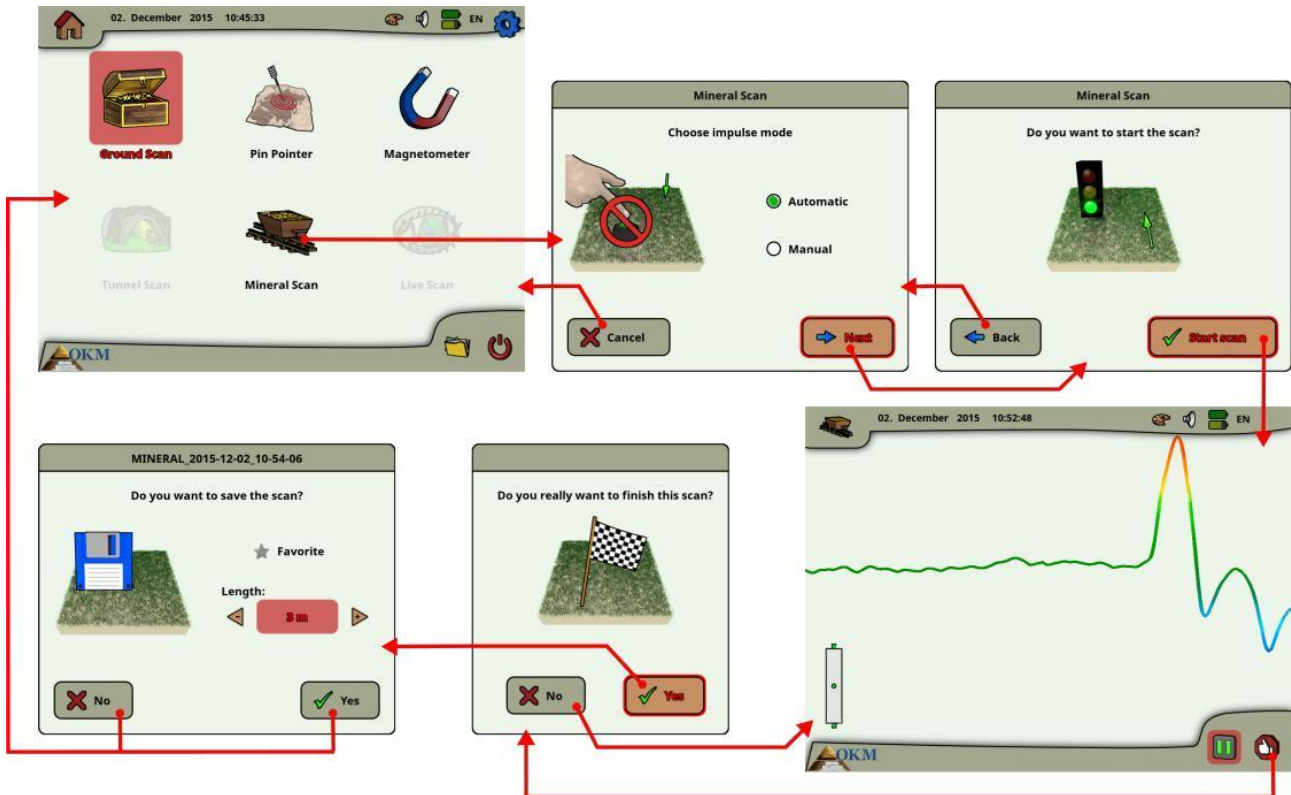

Figura 6.12: Flujo de trabajo de escaneo Mineral
Después de activar este modo de funcionamiento usted tiene la posibilidad de ajustar la configuración del modo de impulso. En la figura 6.12 se puede ver el submenú correspondiente.
- (3) Montar el eXp 6000 y una el Super Sensor.
- (4) Comienza la eXp 6000 y seleccionar "Búsqueda Mineral" en el menú principal (ver Figura 6.12).
- (5) Seleccione Automático o Manual para el modo de impulso en función del terreno que se va a prospectado. Mueva el mando de control multifunción.
- (6) Asegúrese de que el Super sensor sigue siendo la misma altura sobre el suelo y que permanece en posición vertical durante la duración de la exploración. Para las áreas de terreno irregular o difíciles de evacuar, asegúrese de usar el modo manual. Tratar de mantener la altura entre 5 cm y 10 cm (2 "a 5") por encima del suelo con no más de un ± 5 cm (2 ") varianza durante la exploración para recibir una buena medición (cambiando la altura de la Super Sensor le puede dar una lectura falsa).
- (7) La ventana de diálogo "¿Desea iniciar la búsqueda?" Aparecerá. Haga clic en "Iniciar análisis" para comenzar a escanear. Empezar a avanzar tan pronto como se pulsa el botón, no se demore.
- (8) Al final de la exploración pulse el mando de control multi-función para detener el escaneo (tener cuidado de no agitar el Super Sensor al empujar el botón para iniciar o detener por ello puede tener un efecto negativo en la exploración).
- (9) La ventana de diálogo "¿Desea guardar el escaneo?" Aparecerá. Seleccione "Sí" para guardar el escaneo y "No" para no guardar el escaneo.